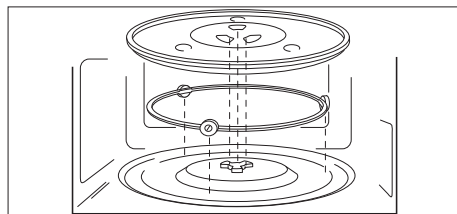

Fig. 5 – Installation du plateau tournant en verre
- ▶ Placez l'anneau à roulettes dans le renforcement prévu dans le four à micro-ondes, puis posez le plateau tournant en verre au centre sur l'arbre d'entraînement (voir « **Fig. 5 – Installation du plateau tournant en verre** ») de façon à ce que les barrettes du plateau tournant en verre se placent entre les branches de l'arbre d'entraînement.